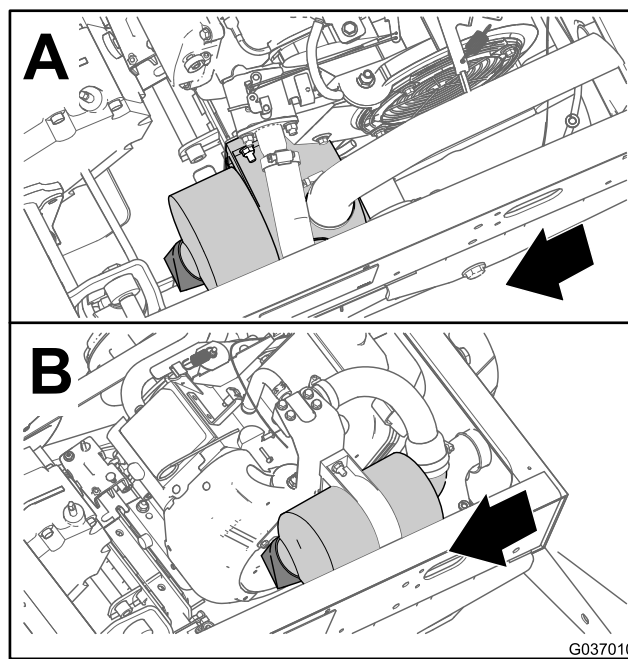
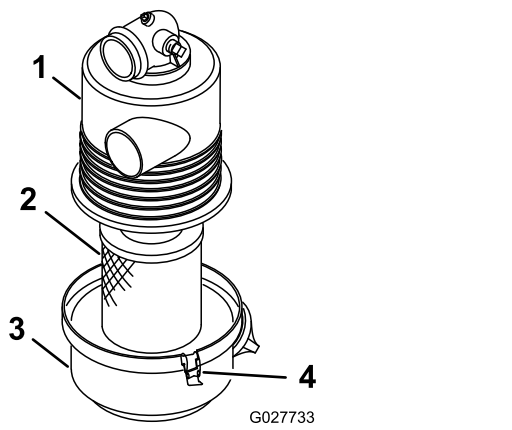

図 30
図 31
2. エアクリーナ本体にリーク原因となりそうな傷がないか点検する 図 30と図 31。
3. エアフィルタのカバーをエアフィルタのハウジングに固定しているラッチを外す 図 31。
4. ボディーからカバーを外し、カバーの内部を清掃する 図 31。
3. エアフィルタのハウジングにエレメントを取り付ける (図 31)。
4. エアフィルタのカバーとハウジングを合わせる 図 31。
5. カバーをハウジングにラッチで固定する (図 31)。